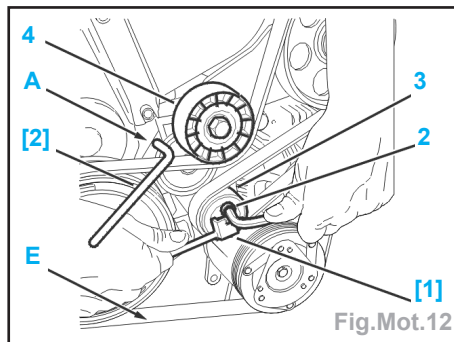

Fig.Mot.12
- Desserrer la fixation (2) (Fig.Mot.12).